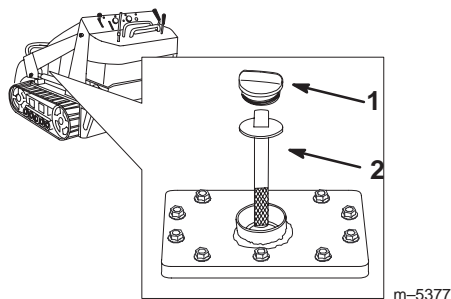

Figure 6
5. Nettoyez la surface autour du goulot de remplissage du réservoir hydraulique (Fig. 6).
6. Retirez le bouchon du goulot de remplissage et vérifiez le niveau de liquide sur la jauge (Fig. 6).